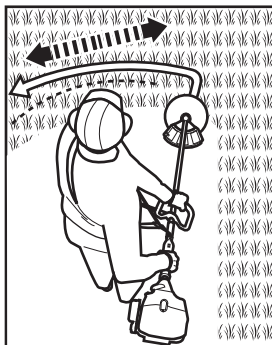

Fig. 23
- > Procédez par balayages horizontaux lents et réguliers, de la droite vers la gauche, puis revenez à votre point de départ avant de tailler une autre rangée (Fig. 23).